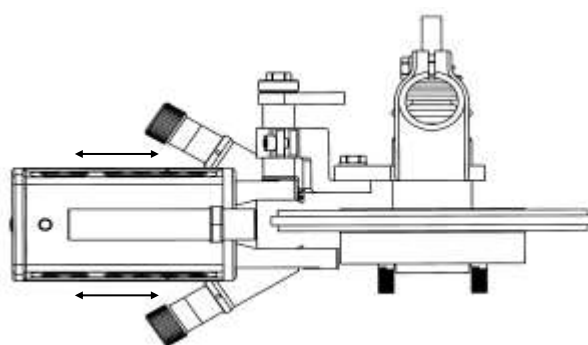

Fig. 64
6. Mover as calhas cuidadosamente até ao cubo do disco do travão, fig. 64.